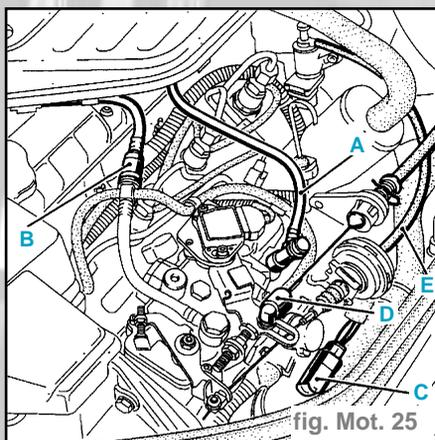

fig. Mot. 25
- Déposer (fig. Mot. 25) :
- le tuyau d'alimentation carburant (A),
- le tuyau de retour (B),
- le connecteur de pompe (C),
- le câble d'accélérateur (D),
- le tuyau de dépression (E) branché sur le pousmon de ralenti accéléré,